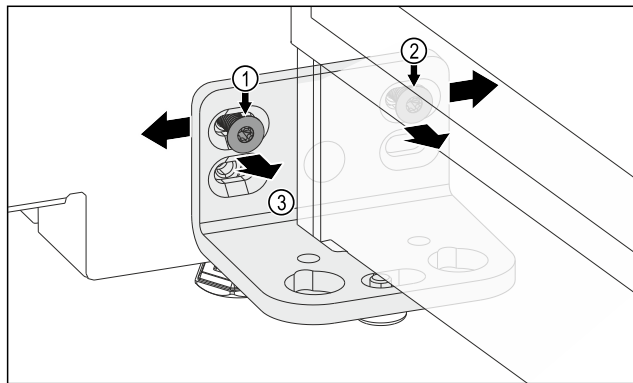

Fig. 13
- ▶ Povolte šroub Fig. 13 (1) a šroub Fig. 13 (2). Na šrouby Fig. 13 (2) budete potřebovat krátký zahnutý šroubovák.
- ▶ Přesuňte dveře s úhelníkem závěsu Fig. 13 (3) doleva.
- ▶ Přesuňte dveře s úhelníkem závěsu Fig. 13 (3) doprava.
- ▶ Dveře dosáhly koncové polohy: Utáhněte šroub Fig. 13 (1) a šroub Fig. 13 (2).